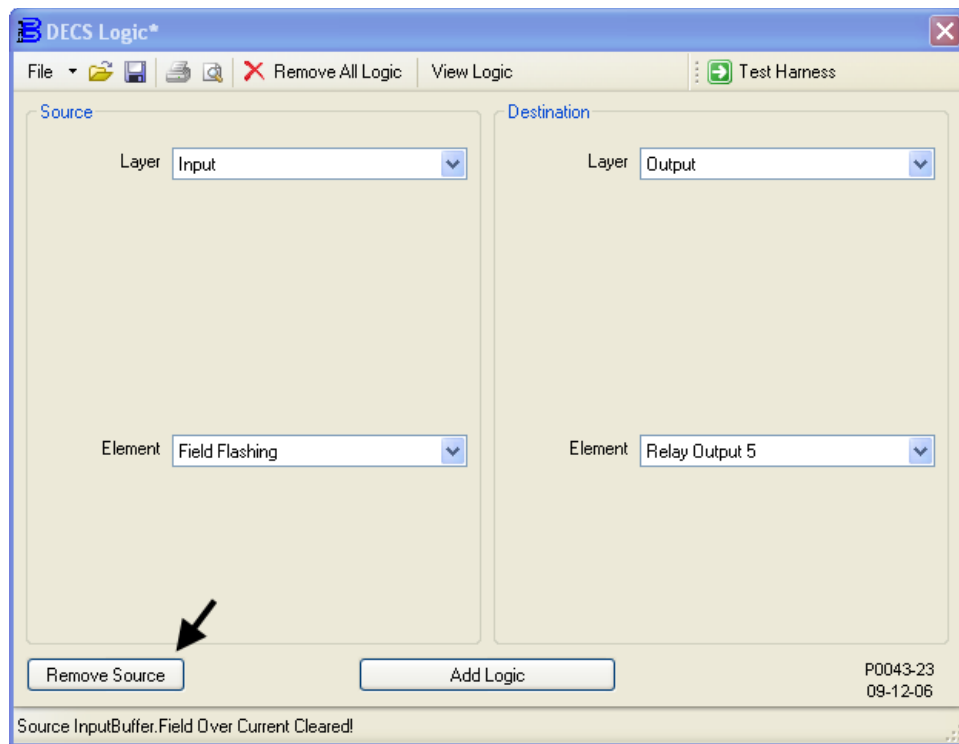

Figure 9-19. Suppression de OutputBuffer - InputBuffer.Field Flashing ---> Relay Output 5
3. Les paramètres de la fenêtre Logique du DECS associés à cette étape sont illustrés sur la Figure 9-19. Déconnectez le tampon d'entrée Amorçage actif du tampon de sortie Sortie Relais n°5. Dans le Tableau 9-2, cette association est identifiée par le code logique suivant : « DESTINATION: OutputBuffer – InputBuffer.Field Flashing → Relay Output 5 ».